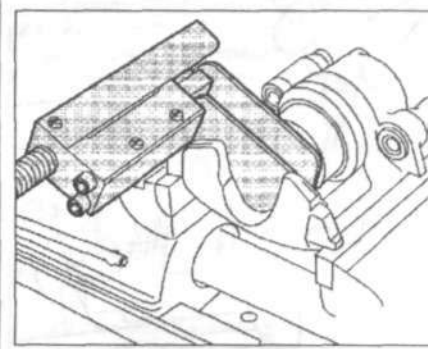

Рис. 11.25. Переместите поршень внутрь суппорта с помощью приспособления.
8. Переместите поршень внутрь суппорта с помощью приспособления (рис. 11.25). Наружная кромка защитного сальника должна расположиться в пазе поршня.